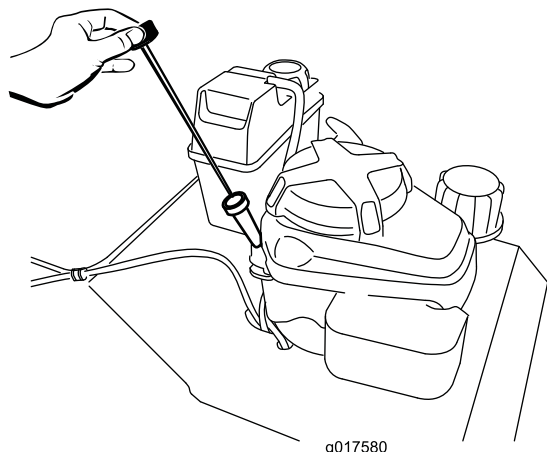

Рисунок 7
2. Очистите область вокруг масломерного щупа (Рисунок 7).